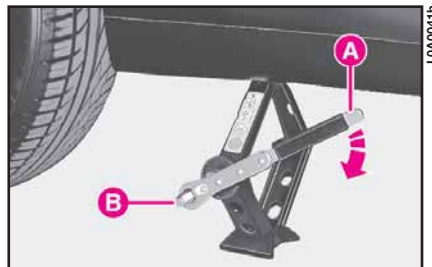

fig. 14
15) introduzca la llave de trinquete **A** (fig. 14) con el casquillo **B** en el perno del gato;